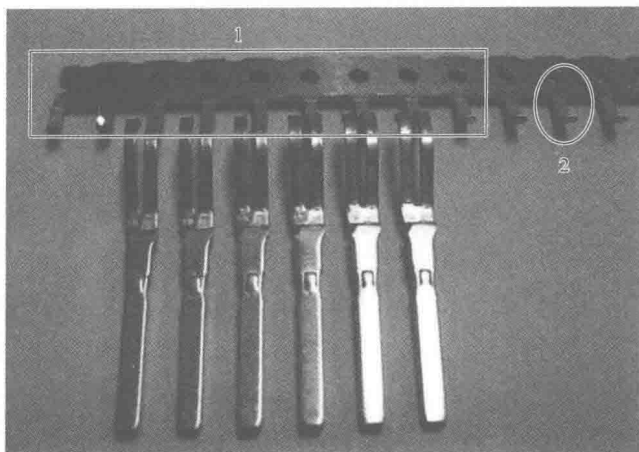

图 3-19 端子来料的连接件方式
(3) 物料特性 作为连接器核心基本组件之一的端子,为了便于运输,来料一般是做成连接件(卷盘包装)形式。当然,也有散件来料(一根一根的散装)的方式。相比之下,连接件更容易实现生产上的高速、稳定装配。图 3-19 所示的区域 1 部分,端子与端子之间的连接载体称为料带,而区域 2 部分叫作保护脚(防止卷装时端子挤压变形,有的端子则不需要保护脚),这两部分在生产过程中是要去除的。其中,料带边有切口和没切口两种,特性是不一样的